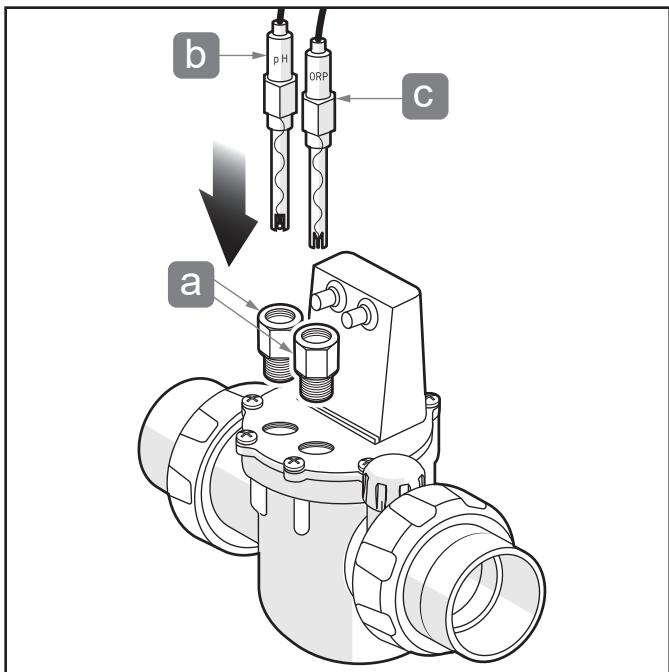

Figura 3. Instale los accesorios y los sensores
5. Instale los accesorios de compresión de los sensores y sus juntas tóricas adaptadas (suministradas) en lugar de los tapones de los sensores, consulte la Figura 3(a). Apriete con la mano. No se necesitan herramientas.
7. Afloje la parte superior del accesorio de compresión izquierdo, inserte el sensor de pH en el accesorio y presione hacia abajo lentamente. Apriete con la mano el accesorio una vez que el sensor esté completamente instalado en el accesorio, consulte la Figura 3(b).
9. Afloje la parte superior del accesorio de compresión derecho, inserte el sensor de ORP en el accesorio y presione hacia abajo lentamente. Apriete con la mano el accesorio una vez que el sensor esté completamente instalado en el accesorio, consulte la Figura 3(c).